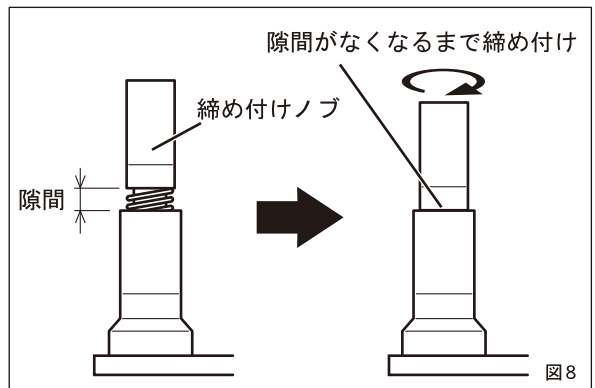

図8
- ⑤ 溝切機のスイッチをOFFにし、締め付けノブを隙間がなくなるまで締め付けてください。（図8）